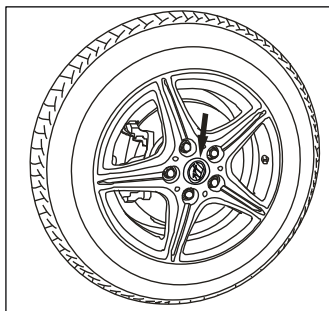

Рисунок III-37
1. Снимите декоративный колпак колеса. (Если необходимо) (см. Рисунок III-37)